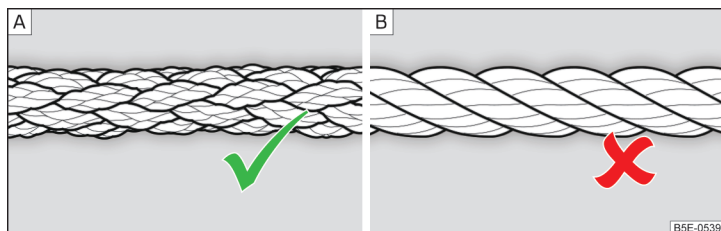

Fig. 179 Câble de remorquage cordé / câble de remorquage torsadé
Pour le remorquage avec un câble, utilisez uniquement un câble en fibres synthétiques tressées » fig. 179 - [A] » **I**.
- Lors du remorquage, ne pas utiliser de câble de remorquage entortillé » fig. 179 - [B], l'œillet de remorquage pourrait se dévisser du véhicule - risque d'accident.